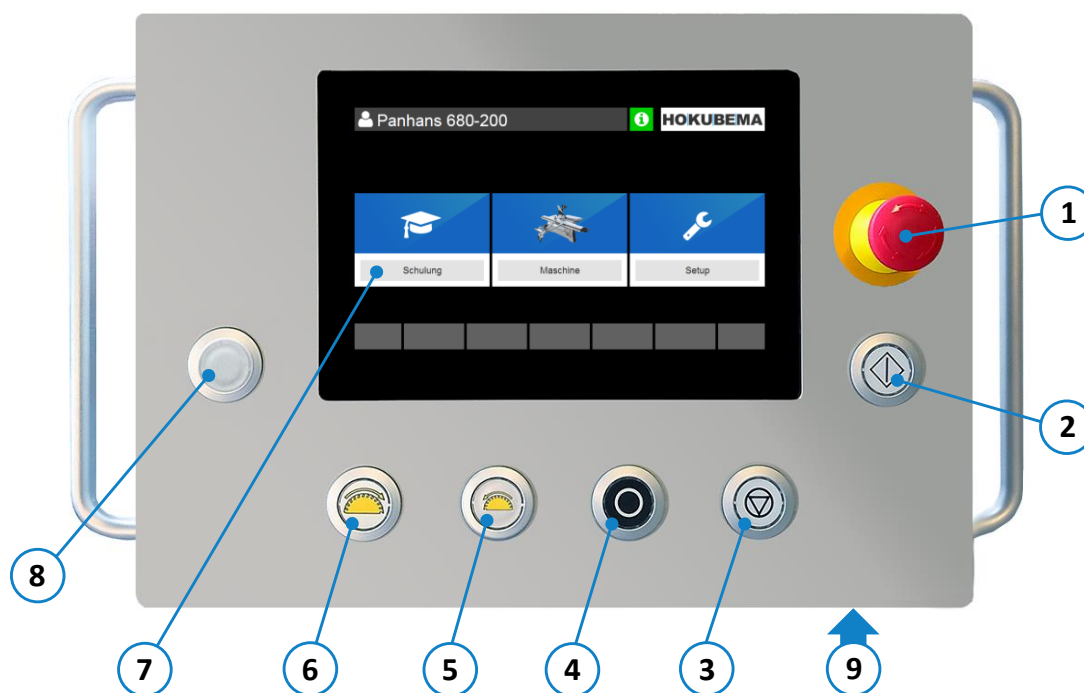

Abbildung 38: Bedienelemente
5. Der Parallelanschlag positioniert sich automatisch nach Betätigen der Positioniertaste (2) (siehe $\Rightarrow$ Abbildung 38).